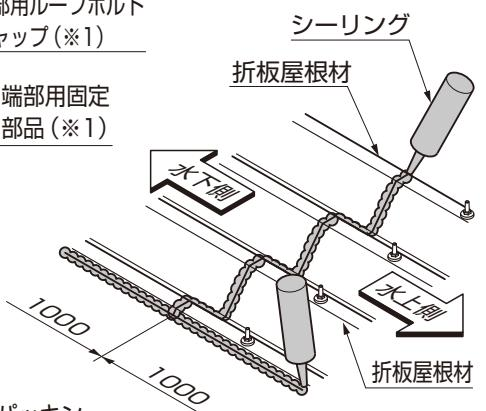

図16-17
- ⑨水下側と水上側の折板屋根材の接合部分にシーリングしてください。（図16-17参照）